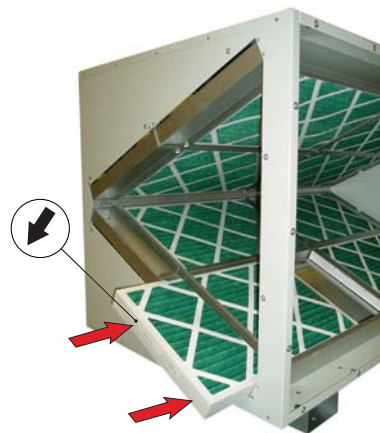

Figure 6.8
5. Enfoncez les nouveaux filtres dans le boîtier. Assurez-vous que le sens de la flèche sur le filtre correspond au sens de l'écoulement d'air, voir *Figure 6.8*.